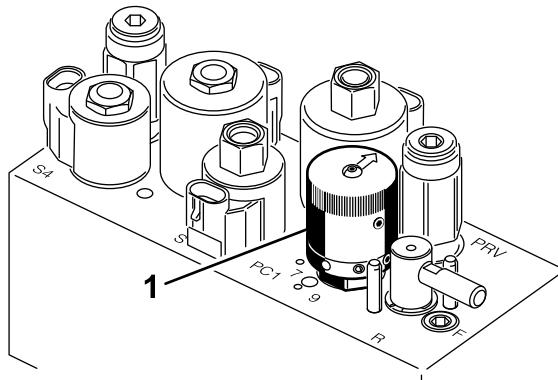

图 29
4. 要设置滚刀的速度、请旋转旋钮图 29 直至指示器箭头与表示所需设置的数字对齐为止。